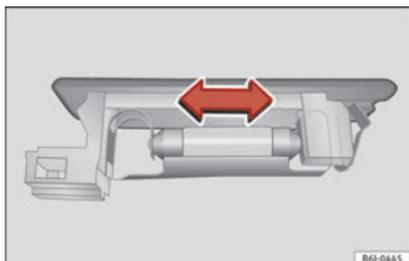

Fig. 111 Éclairage du coffre à bagages.
- Appuyez sur l'ampoule latéralement et retirez-la du logement » fig. 111.